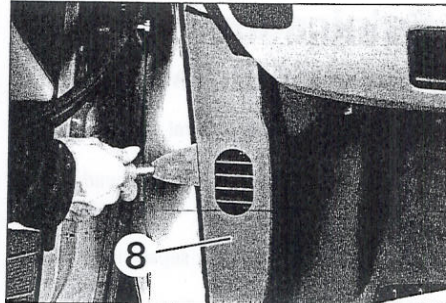

FIGURA 9-26
- Desengrapar la guarnición del montante de carrocería (8) y desmontar el tornillo situado detrás (figura 9-26).